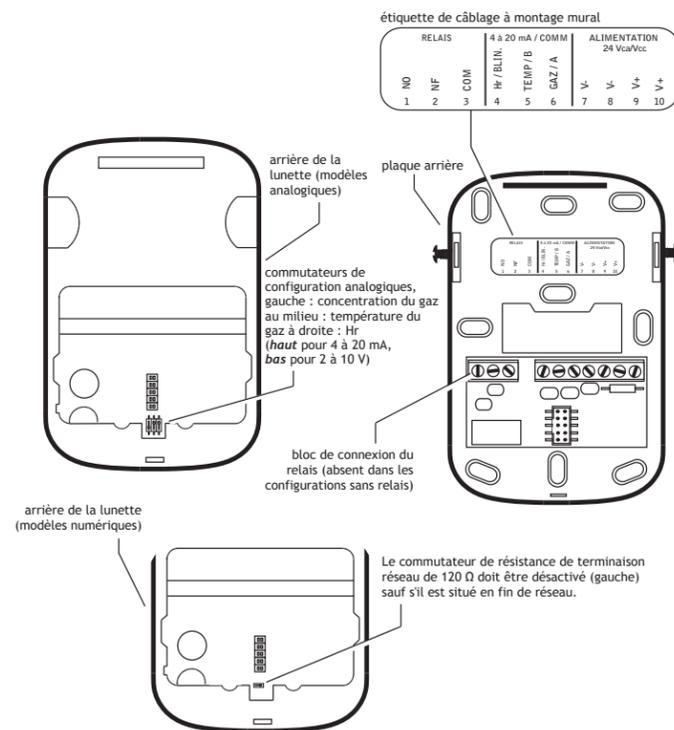

Figure 2 : Câblage du moniteur monté sur mur
- Brancher chaque fil à sa borne correspondante sur la plaque arrière, conformément à la Figure 2. Câbler les modèles numériques comme indiqué sur l'étiquette. Cela signifie que les symboles A et B pour le câblage EIA/RS-485 varient selon les fournisseurs. La borne 6 correspond à BACnet « + », au Modbus « D1 » et à l'EIA/RS-485 « B ». La borne 5 correspond à BACnet « - », au Modbus « D0 » et à l'EIA/RS-485 « A ».